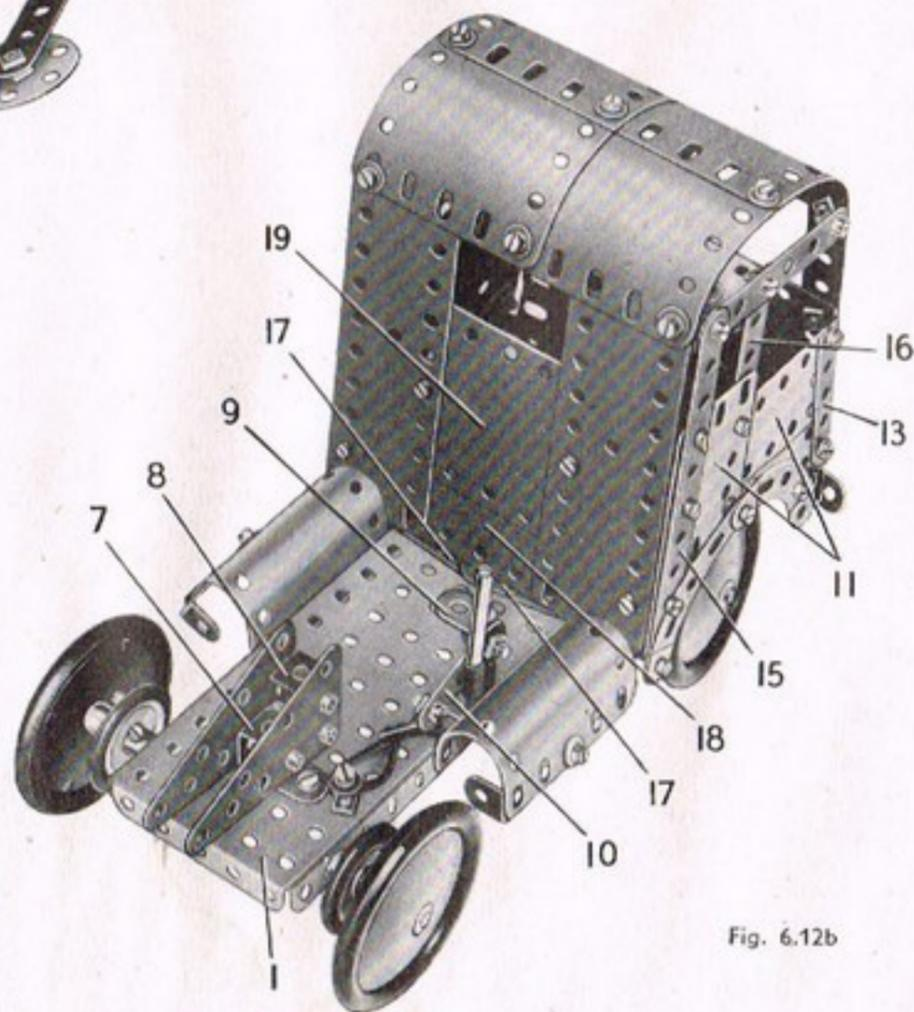

Fig. 6.12b
Le châssis (fig. 6.12b et 6.12c) est constitué par une plaque à rebords de 14x6 cm. (1), et par une plaque à rebords de 9x6 cm. (2), assemblées par leurs rebords. Les roues arrière sont fixées sur une tringle de 11,5 cm., tenue par des poulies de 25 mm. dans la plaque à rebords (1). Chacune des roues avant est fixée sur une tringle de 4 cm. qui tourne librement dans un support double (3). Une bande de 5 trous (4) est montée entre les rebords de l'un des supports doubles par un boulon de 9,5 mm. Ce boulon est ensuite muni de trois rondelles métalliques et d'un écrou, puis il est bloqué dans le trou extrême d'une bande de 7 trous (5) boulonnée au travers du châssis. Ainsi, le support double et la bande (4) peuvent pivoter ensemble. Un dispositif identique est utilisé pour l'autre roue avant, mais la bande (4) est remplacée par une bande de 3 trous (6). Une bande de 7 trous est articulée par contre-écrous entre les extrémités des bandes (4) et (6).